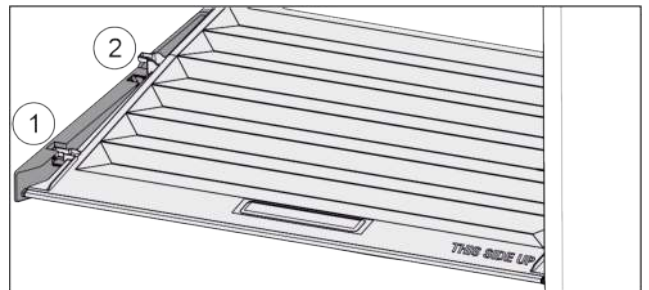

Fig. 103
- Deckel bis zur Öffnung in den Halteteilen nach vorne ziehen Fig. 103 (1).
- Hinten von unten anheben und nach oben wegnehmen Fig. 103 (2).